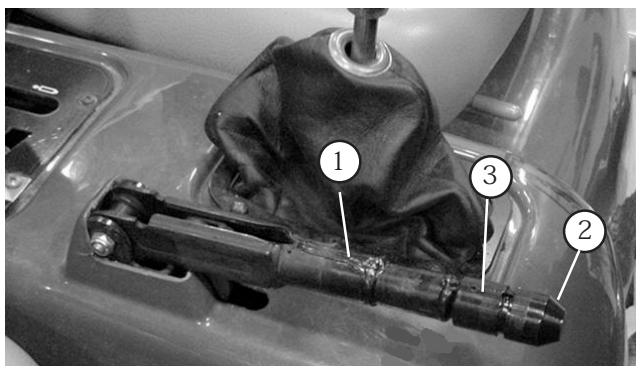

図 66
2. 駐車ブレーキのノブをレバーに固定しているネジをゆるめる (図66)。